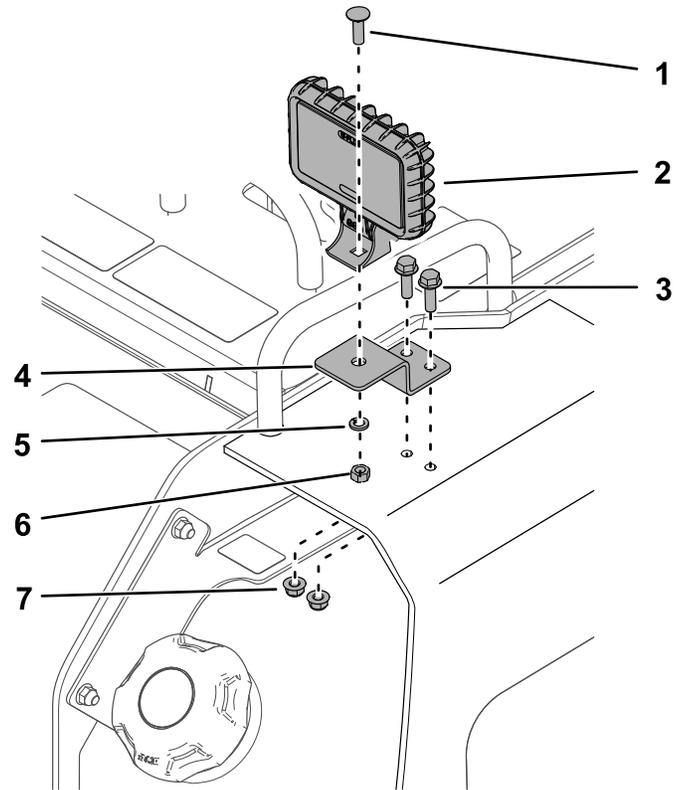

Figure 5
- Fixez le support de feu droit à la plaque de la tour avec 2 boulons (5/16 x 1 po) et 2 écrous (5/16 po), comme montré à la Figure 5.
- Boulon (5/16 x 1 po) (2)
- Écrou (5/16 po) (2)
- Retirez le boulon et l'écrou de l'autre feu et servez-vous en pour fixer le feu sur le support (Figure 5).